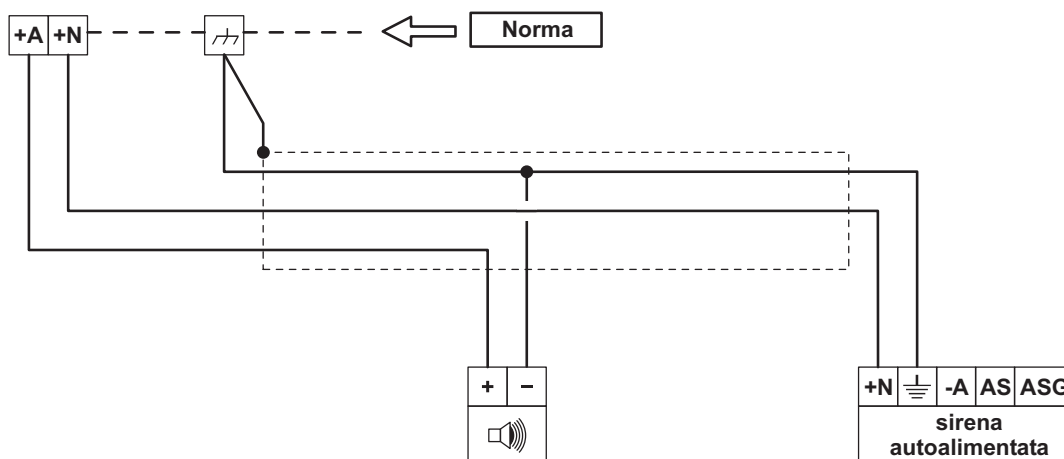

Figura 11 Collegamento con una sirena autoalimentata ed una per interno.
**Avvisatore Telefonico** La centrale mette a disposizione un opportuno morsetto, [+AT], per il collegamento della linea di ingresso degli avvisatori telefonici. Nella figura 11 è illustrato il collegamento della centrale con un avvisatore telefonico Bentel.